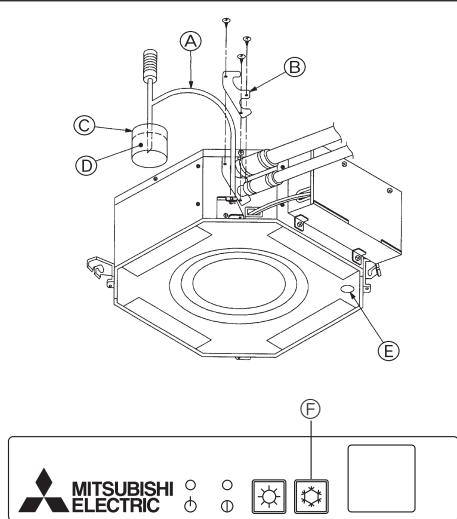

Fig. 9-5
9.5.1. Pour une télécommande sans fil (Fig. 9-5)